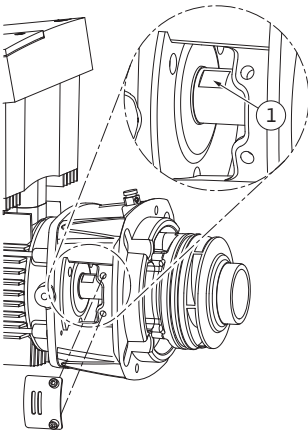

Fig. 51: Surfaces de serrage sur l'arbre
15. Engager une clé plate, surplat optimal 22 mm, dans le regard de la lanterne et maintenir l'arbre au niveau des surfaces de serrage (Fig. 51, pos. 1). Dévisser l'écrou de blocage de roue (Fig. 7, pos. 15). La roue (Fig. 7, pos. 16) sort automatiquement de l'arbre.
24. Lors du montage de la roue, engager une clé plate, surplat optimal de 22 mm, dans le regard de la lanterne et maintenir l'arbre au niveau des surfaces de serrage (Fig. 51, pos. 1).